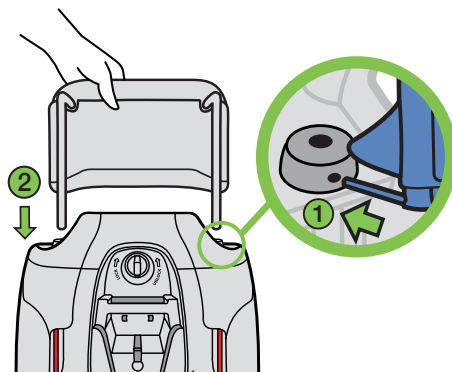

Figure 18a
- Placez la goupille de métal située à l'extrémité de l'outil de dépannage dans le trou situé à droite du siège (lorsqu'on fait face à l'arrière du siège) (1).
- En appuyant sur l'outil de dépannage, poussez l'appui-tête vers le bas jusqu'à ce que les tiges de support glissent dans le siège (2), comme sur la **Figure 18a**.